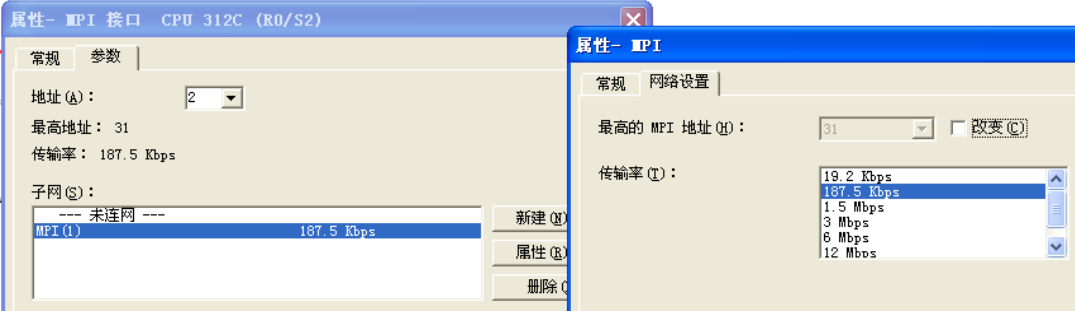

图 14-4 MPI 接口属性对话框
双击某个站的 CPU 方框中的小红方块，打开 MPI 接口属性对话框（见图 14-4），用鼠标选中“参数”选项卡的“子网”列表中的“MPI (1)”，该行的背景变为深蓝色，点击“确定”按钮，CPU 被连接到 MPI (1) 子网上。选中“未连网”后点击“确定”按钮，将断开 CPU 与 MPI (1) 子网的连接。点击“确定”按钮返回 NetPro，可以看到该 CPU 是否连接到 MPI 网络。
可以在“参数”选项卡设置 MPI 站地址，各站的 MPI 地址应互不重叠。点击图 14-4 中的“新建”按钮，可以生成一条新的子网。点击“删除”按钮，可以删除选中的“子网”列表框中的子网。
选中“子网”列表框中的 MPI 网络后，点击“属性”按钮，在打开的“属性 - MPI”对话框中（见图 14-4），可以设置选中的子网的属性，例如在“常规”选项卡中修改子网的名称和编号，在“网络设置”选项卡中设置子网的传输速率，默认的传输速率为 187.5 kbit/s。点击复选框“改变”，小方框中出现“√”后，可以通过设置最高站地址来优化 MPI 子网。可以采用 STEP 7 指定的最高 MPI 地址的默认值。